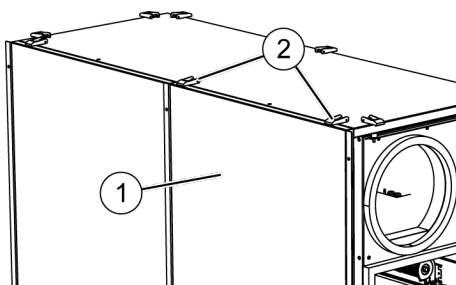

Abb. 39: Spannverschlüsse
- 28.** Verkleidung (Abb. 39/1) an das Gerät andrücken und mit den Spannverschlüssen (Abb. 39/2) befestigen.